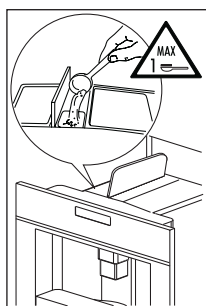

Fig. 26
- ▶ Sollevare il coperchietto al centro, inserire nell'imbuto un misurino di caffè pre-macinato (Fig. 26), spingere l'elettrodomestico verso l'interno e procedere poi come descritto nel cap. "Preparazione del caffè (utilizzando il caffè in chicchi)".